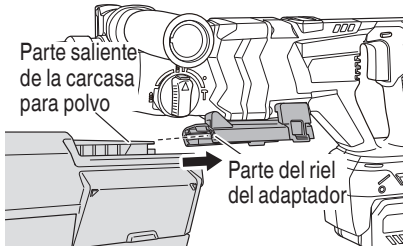

Fig. 5
- (3) Para instalar el sistema extractor de polvo, inserte el riel del sistema extractor de polvo en la ranura del riel del adaptador y presione hasta que escuche un “clic”. (Fig. 5)